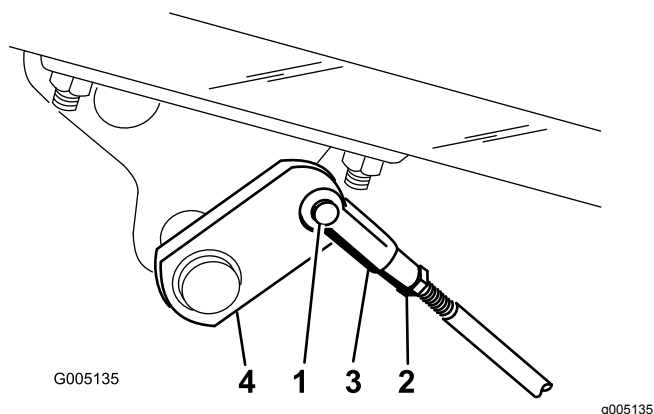

Figure 55
2. Si les freins ne se bloquent pas uniformément, désaccouplez les tiges de frein en retirant la goupille fendue et l'axe de chape (Figure 55).
3. Desserrez l'écrou de blocage et réglez la chape comme il convient (Figure 55).
4. Montez la chape sur l'arbre de frein (Figure 55).